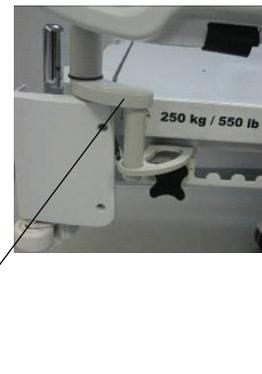

Figure 120 – Fixation du support du plateau
4. Installer la tige de support du plateau dans le support (F) et dans le logement situé du côté tête ou du côté pieds du produit (Figure 120).